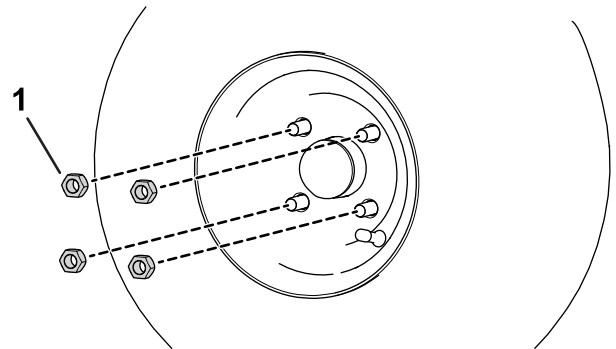

Figure 8
1. Utilisez les écrous de roue retirés précédemment pour fixer la roue au moyeu (Figure 8).